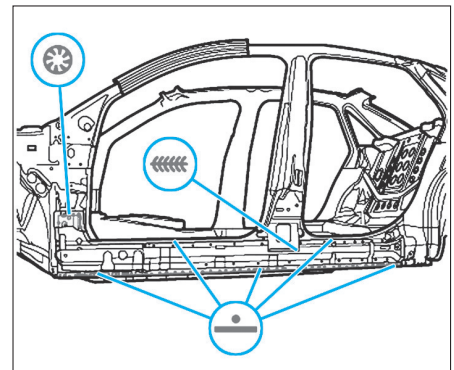

FIG. 21
- Souder le bas de caisse, soudure par points en ligne droite (Fig.21).